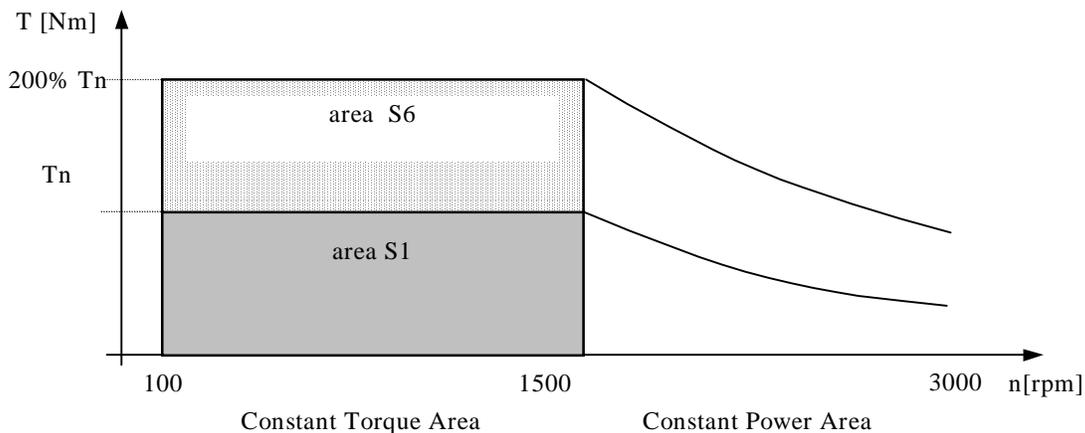

fig.2.1
- La coppia massima è costante per tutto il campo di velocità come da fig.2.1